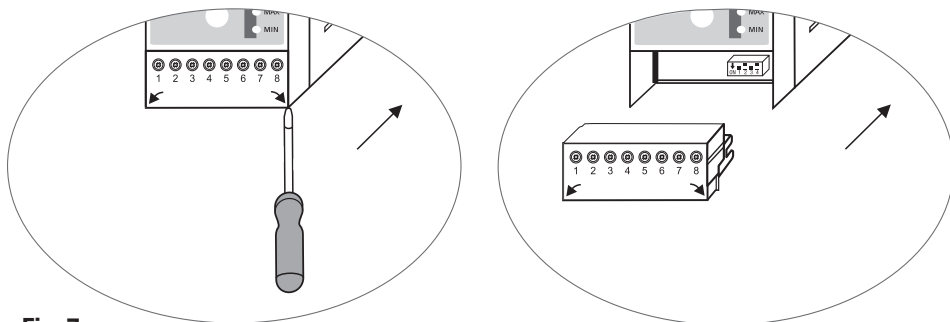

Fig. 7
- Retirer les borniers supérieur et inférieur. **Fig. 7.**